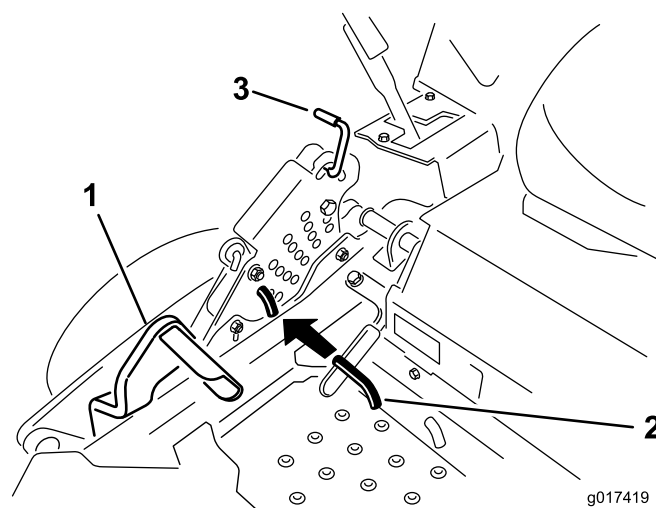

図 69
5. デッキ昇降ペダルを一杯に踏み込んでデッキを移動走行位置にロック (刈高 14 cm位置にロック) する (図 69)。